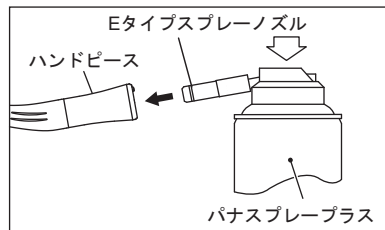

図18
- 2 Eタイププレーノズルをハンドピース後部へ挿し込み、2~3秒間のスプレーを2~3回繰り返して、ハンドピース先端から出るオイルに血液等の異物がまざらなくなるまで内部の洗浄注油を行います。(図18)